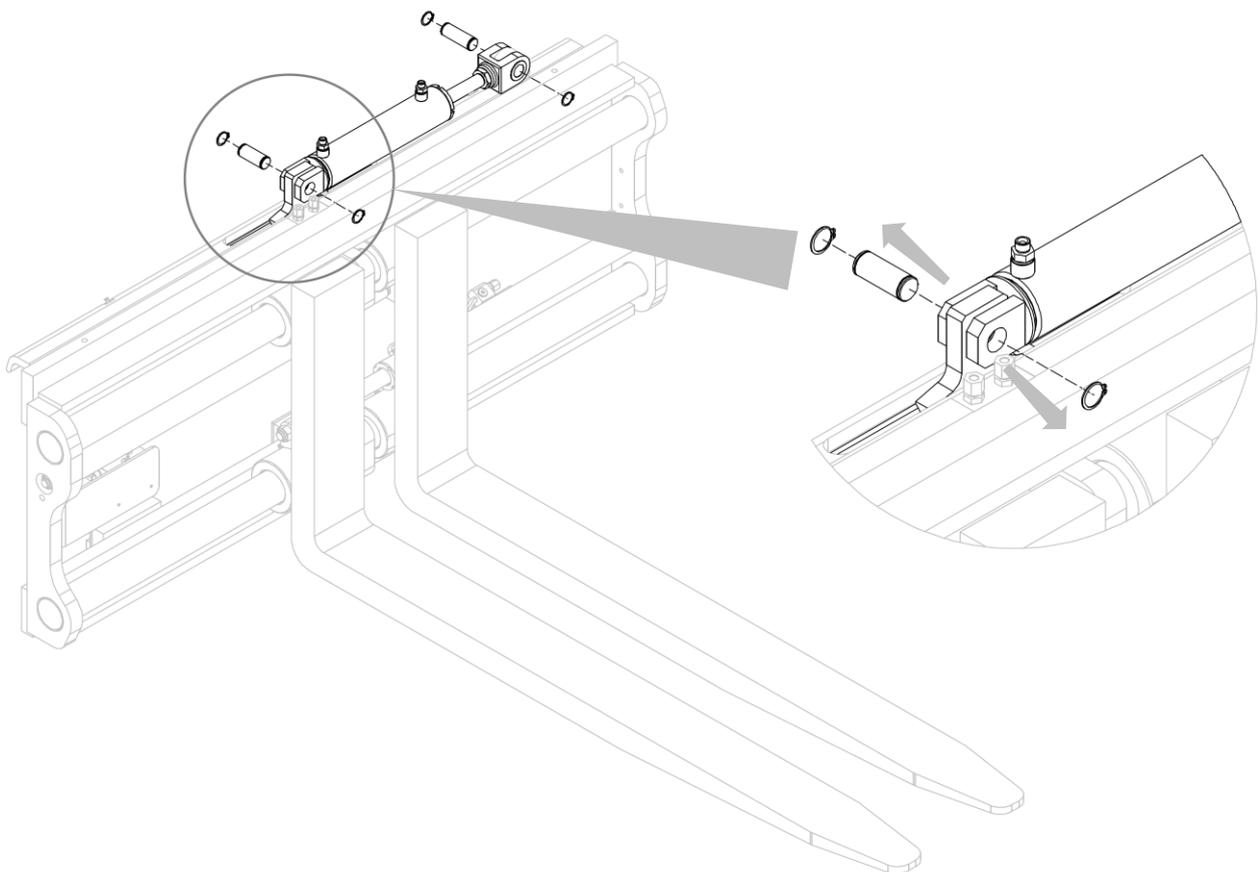

Abbildung 5
5. Entfernen Sie die Sprengringe, um die 2 Fixierstifte des Seitenschubzylinders herauszuziehen (siehe *Abbildung 5*).